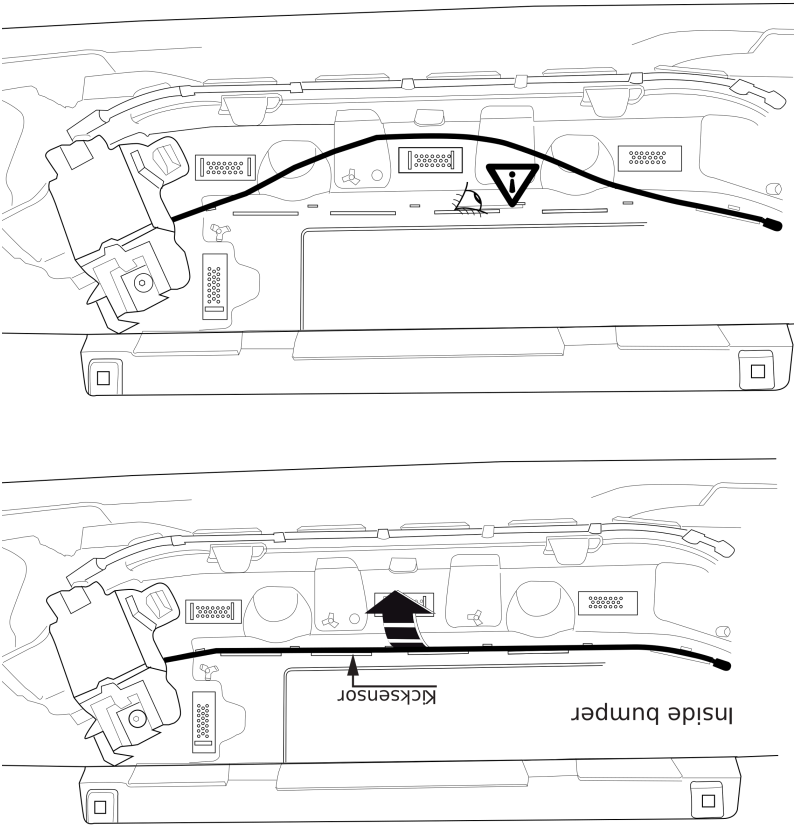

Fig. 2
2. Please note: if present relocate the kicksensor. See figure 2
2. Achtung, wenn vorhanden: Den Kicksensor versetzen. Siehe Abbildung 2
2. Attention, si présent : Déplacez le capteur de coup de pied. Voir figure 2